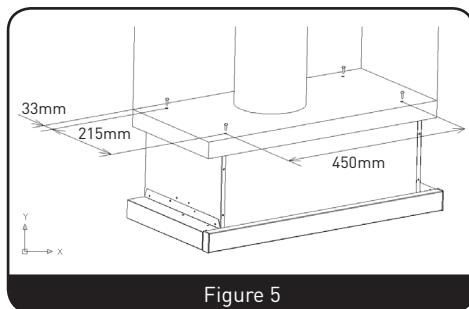

Figure 5
2. Installez la hotte aspirante sous le placard suspendu et fixez-la avec les 4 vis fournies. (Figure 5)